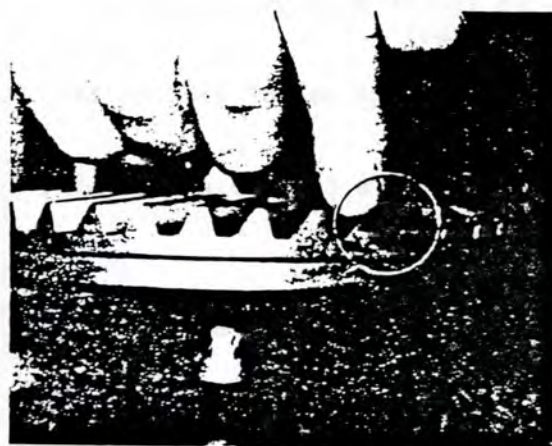

Fig. 9
- Vor dem Aufsetzen des Tellerrades sollte man das Tellerrad auf evtl. Gratbildung überprüfen (Fig. 9). Bei Bedarf abziehen.
- Prior to fitting the ring gear, check for burrs (Fig. 9). Dress if necessary.
- Avant montage de la couronne, examiner celle-ci pour bavures (fig. 9). L'ébavurer s'il y a lieu.